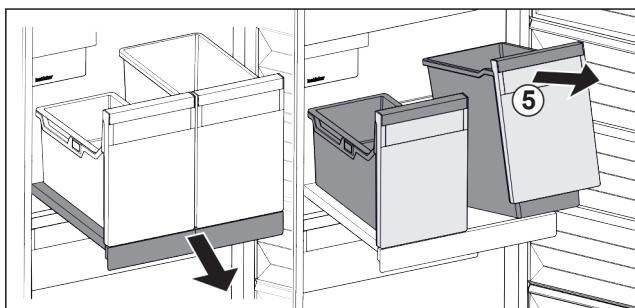

Fig. 100
- Повдигнете съда Fig. 100 (5) отпред.